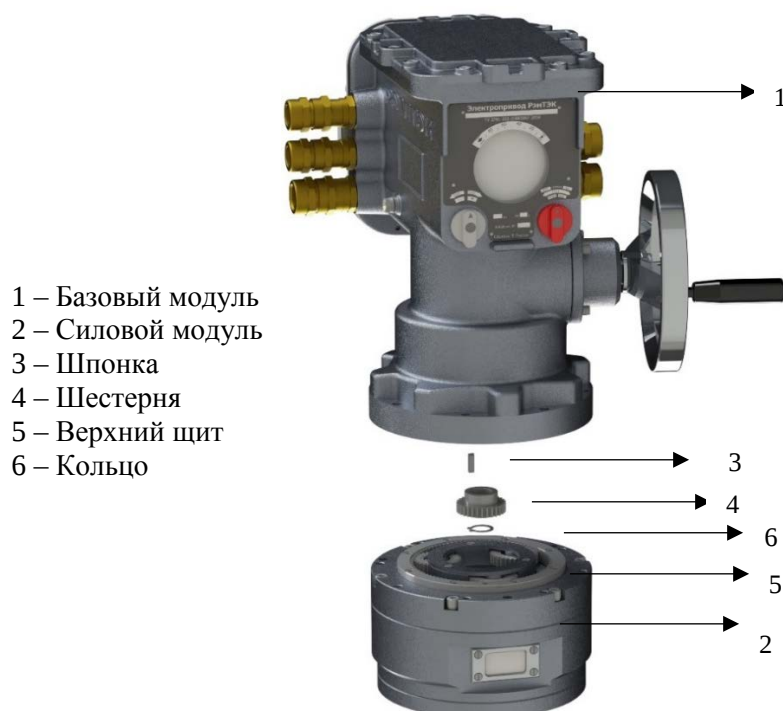

Рисунок 27
- с помощью шестерни (поз.4) Рис.27.